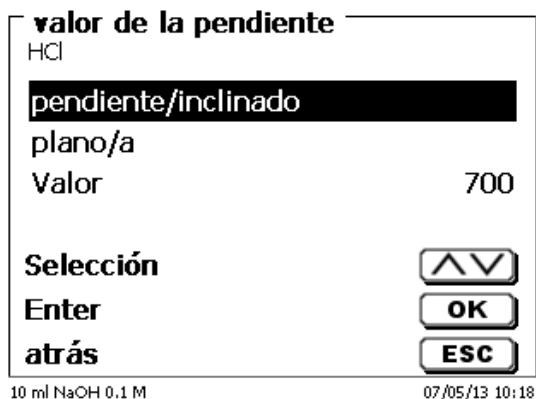

Fig. 162
Si se ha activado el reconocimiento del punto de equivalencia (EQ) puede fijarse el valor de pendiente para mismo (Fig. 162).